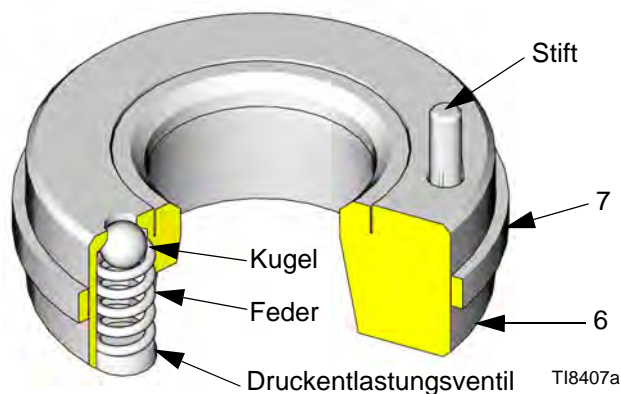

ABB. 7. Einlassitz mit Druckentlastungsventil
2. Den **im Materialeinlassgehäuse eingegossenen Text** (15) als Hilfestellung beim Einbau des Entlastungsventil-Einlasssitzes (6★) verwenden. Der Stift (siehe ABB. 7) auf dem Sitz muss in Richtung Materialeinlassgehäuse (15) zeigen. Der Stift begrenzt die Positionierung auf dem Sitz (6★); hierdurch wird sichergestellt, dass das Entlüftungsloch nicht durch einen Teil des Gehäuses versperrt ist.